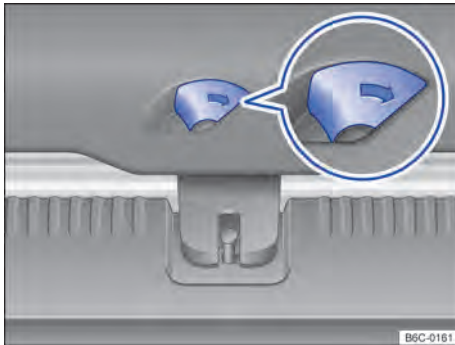

Fig. 61 En el maletero: desbloquear el capó del maletero.
- Mover la palanca de desbloqueo en el sentido de la flecha → fig. 61, para desbloquear el capó del maletero.